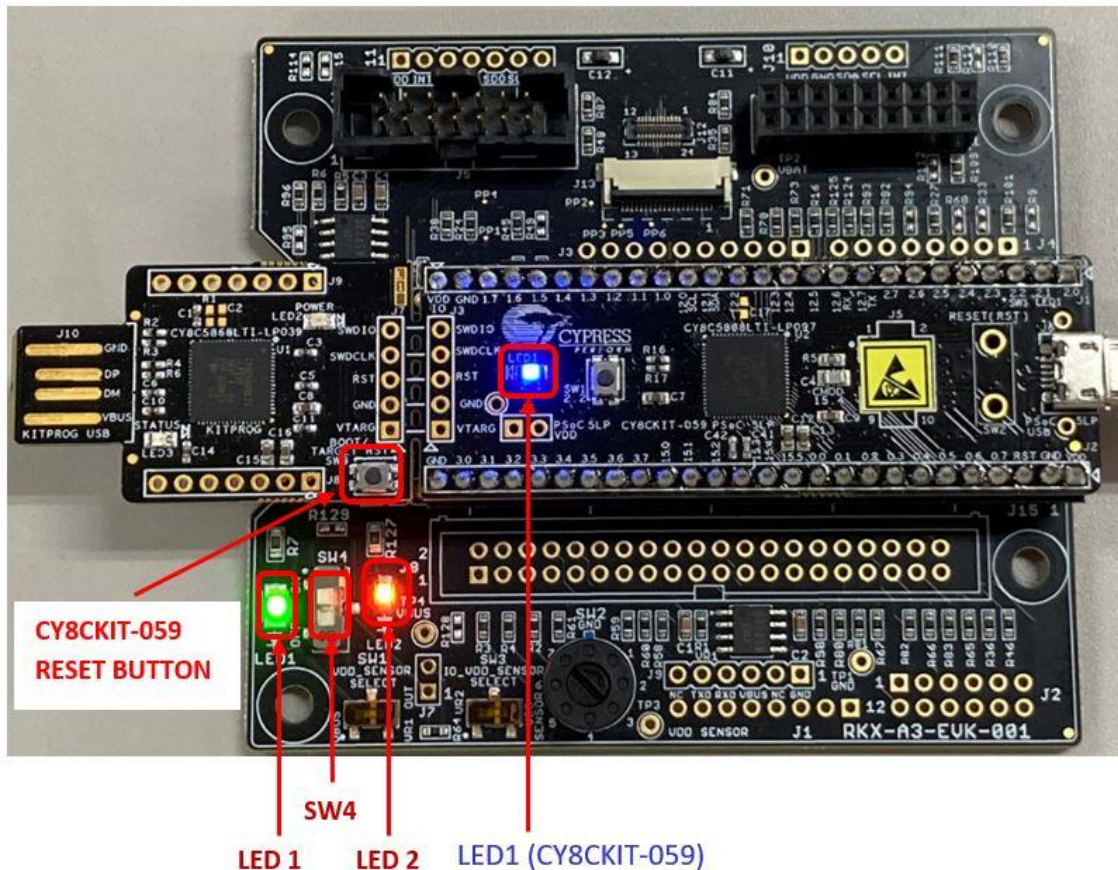

Figure 18. ROHM-EVK-001 ステータス : LED1、SW4、LED2、LED1 (CY8CKIT-059) がオンである必要があります
1. 青色のLED1 (CY8CKIT-059) は常にオンで、点滅しません(Figure 18)
2. 緑色のLED1 (Figure 18).
- SW4 がオンの位置にある（つまり、上から見て上に移動している）かどうかを確認してください（Figure 18）。
- CY8CKIT-059 リセットボタン（Figure 18）を押し、数秒待ちます。ステータスが「Connected」に変わったら、「Streaming」ボタンを押してください。